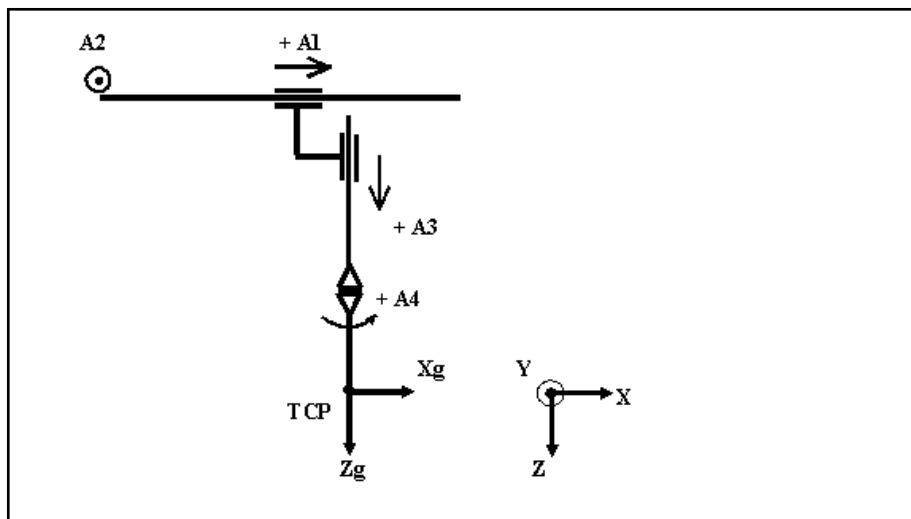

Abb. 18-2: Robotertyp 0, ein typisches X-Y-Z-C kartesisches System
- Abb. 18-2 "Robotertyp 0, ein typisches X-Y-Z-C kartesisches System" auf Seite 262.